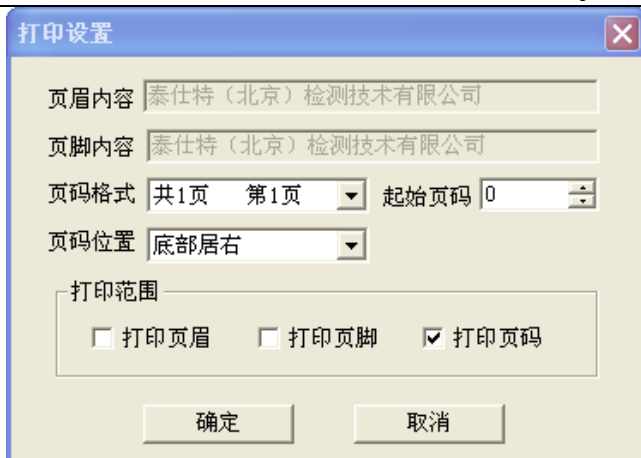

图 6-10
- 10、打印设置：进行有关打印机的设置, 如图 6-10 所示，其中各项参数均有自动记忆功能，即初始化为上次打印设置相应的设置值。